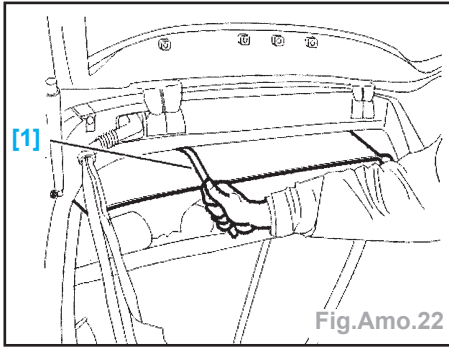

Fig.Amo.22
- Passer l'outil [1] entre la garniture et le pavillon pour déposer les fixation du hayon (Fig.Amo.22).